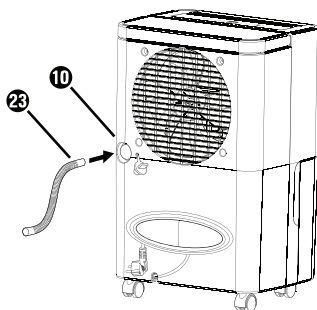

Bild 4
- ◆ Ta bort tätningspluggen ⑨ ur vattenutloppsöppningen ⑩.
- ◆ Stick antingen in medföljande slang ⑫ eller EU-trädgårdsslangadaptern ⑭ i vattenutloppsöppningen ⑩ (se bild 4 och 5).